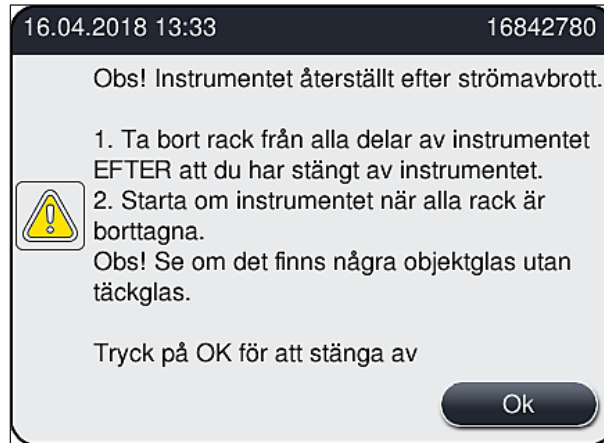

Bild 109
- När strömtillförseln kommer tillbaka startas instrumentet om automatiskt. Användaren får ett informationsmeddelande (→ Bild 109) om strömavbrottet på skärmen och händelsen förs in i händelseloggen.
- ① När strömtillförseln kommer tillbaka startas instrumentet om automatiskt. En ljudsignal hörs och ett varningsmeddelande visas på displayen (→ Bild 109).
Följ därefter anvisningarna i informationsmeddelandet (→ Bild 109) och ta ut objektglasen från instrumentet.